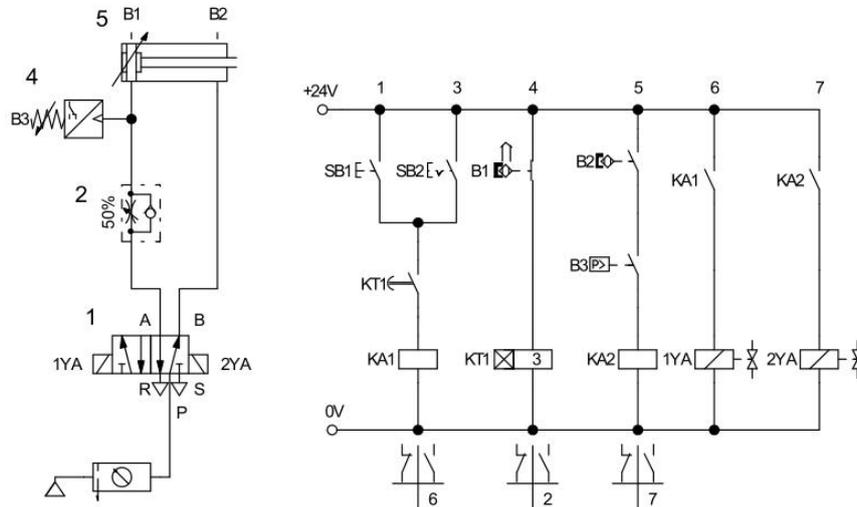

图 H1-2-8塑料软管熔接气动回路和电气控制线路
(1) 任务描述 选用气动元件，搭建回路实现塑料软管熔接动作，气动回路图和电气控制线路图如下图 H1-2-8所示。